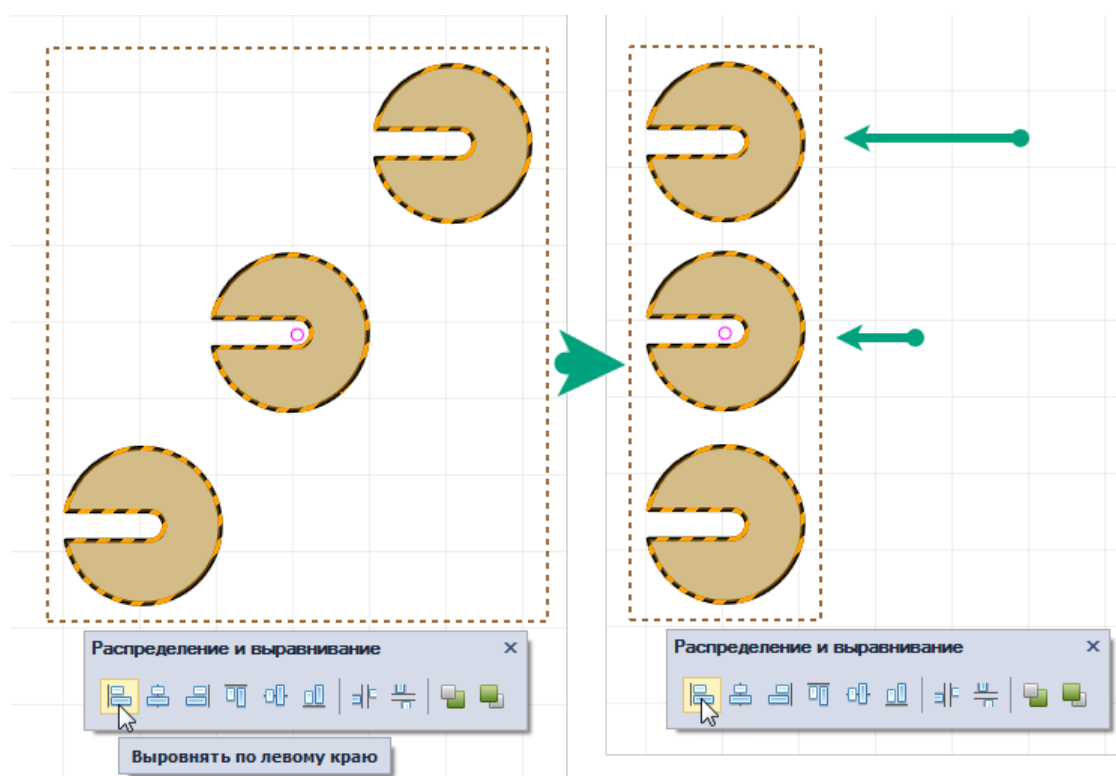

Рис. 450 Выравнивание по левому краю
2. На панели «Распределение и выравнивание» выберите инструмент «Выровнять по левому краю», который обозначен символом , см. Рис. 450.